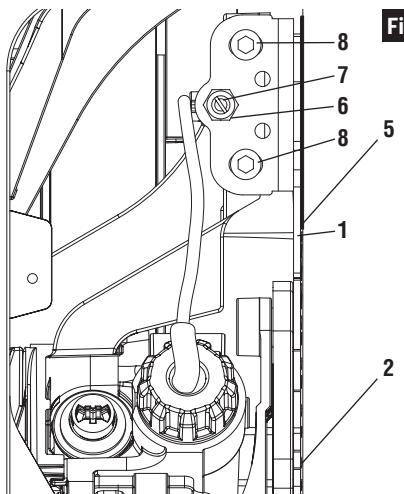

Fig. 34
4. Desserrez l'écrou hexagonal **6** avec une clé à fourche de 10 mm (Fig. 34). Desserrez légèrement les vis de serrage **8** (entre un quart de tour et un demi-tour) en utilisant une clé hexagonale de 5 mm fournie avec la scie à table (rangée du côté gauche de l'embase). Desserrez la vis de pression **7** en utilisant un tournevis à lame plate (Fig. 34).